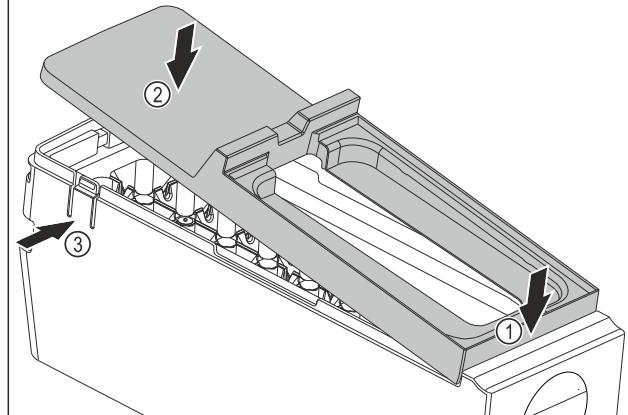

Fig. 71
- ▶ 安装 EasyTwist-Ice 机身的盖板：放置盖板前部。Fig. 71 (1)
- ▶ 降低盖板后部。Fig. 71 (2)
- ▶ 盖板卡入到两个接片 Fig. 71 (3) 中，可以听见声音。